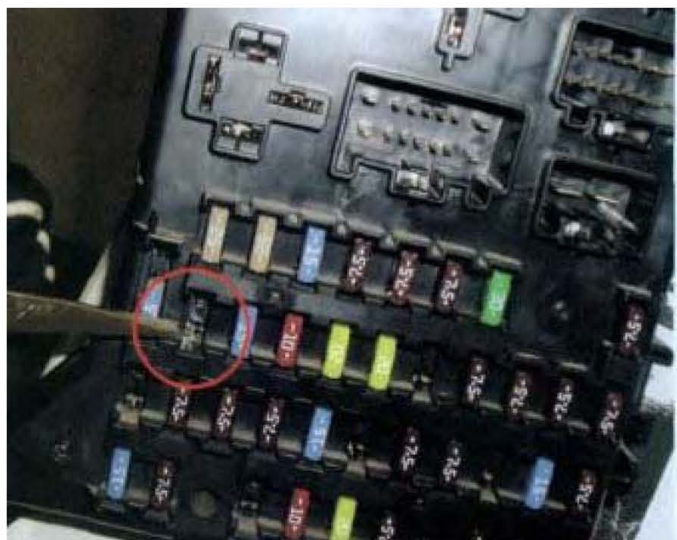

图 1 腐蚀的 F69 熔丝座位置
- 3) . 会不会是组合仪表反应慢导致空调系统紊乱了呢, 带着这个疑问, 决定先把组合仪表反应慢的故障维修好。对与组合仪表相关的熔丝 (F21, F75, F76, F69 和 F63) 进行检测。接通点火开关, 测量各熔丝两端的电压, 均为 12 V; 测量连接器 C449 供电端子 22 上的电压, 无电压。拔下熔丝 F69, 发现该熔丝座已腐蚀 (图 1), 熔丝已不能与中央接线盒侧的下端接触。查看电路图发现, 组合仪表和音响共用熔丝 F69。直接给连接器 C500 的端子 5 供 12V 电压。发现组合仪表和音响均可正常工作, 检查空调, 发现空调也可正常工作。由此确定该车故障原因为中央接线盒损坏。更换中央接线盒后试车, 故障排除。